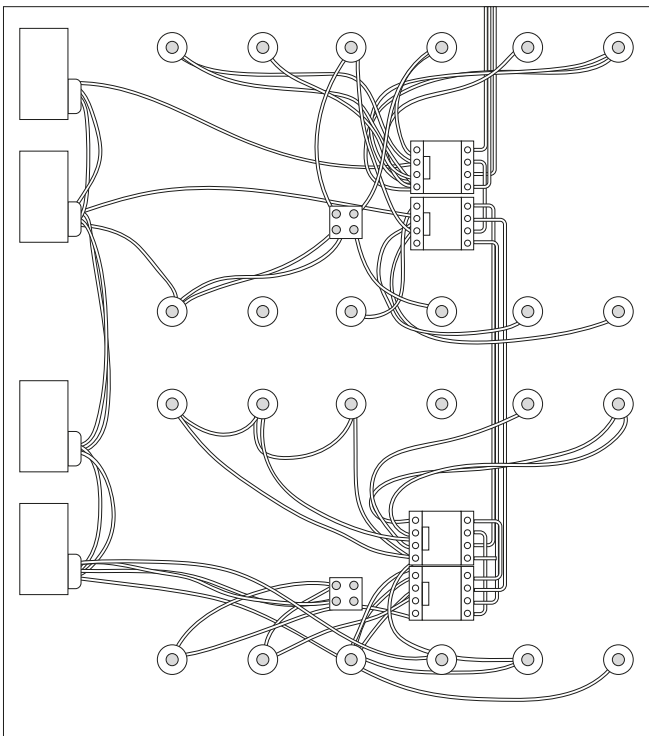

Рис. 6
**9.4.12.** Монтажная панель будет иметь вид, представленный на рис. 6.